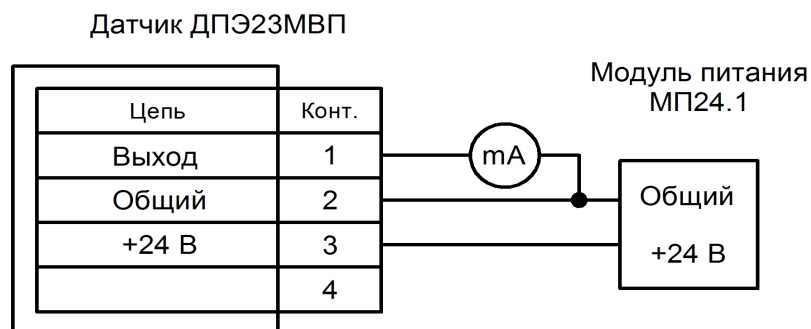

Рис. 3 Схема подключения датчика ДПЭ23МВП
- собрать электрическую схему проверки (рис. 3);